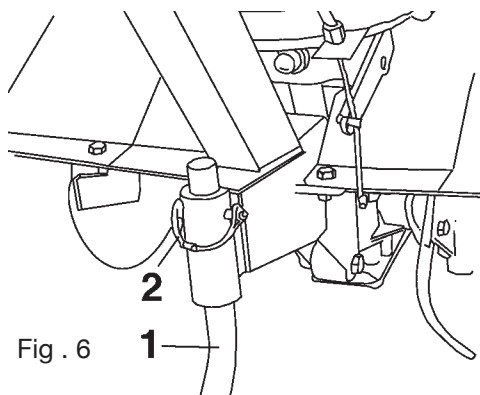

Fig . 6
Montar o espigão (1) utilizando o pino com mola (2) (fig. 6)